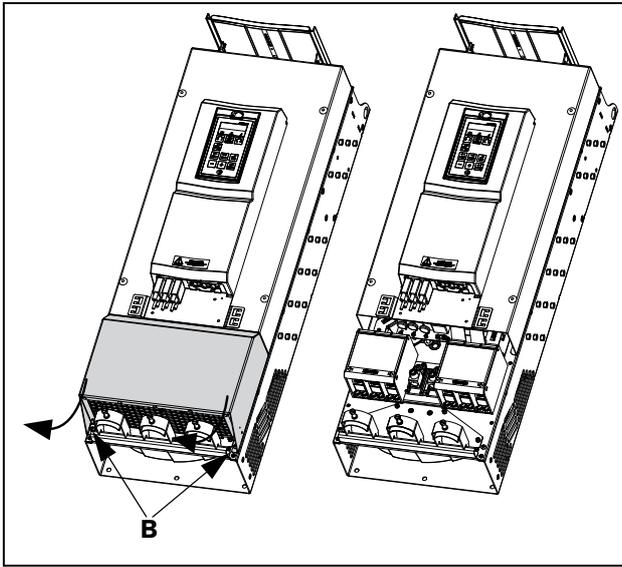

Fig. 36 Afloje los dos tornillos y retire la cubierta inferior (esquema).
- Afloje los dos tornillos B (consulte fig. 36).